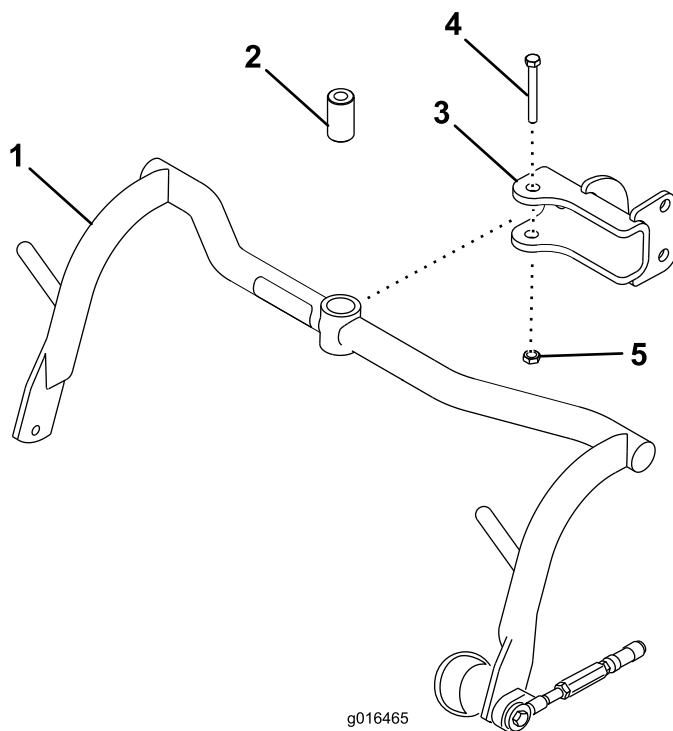

Figura 8
1. Monte um conjunto de estrutura de suporte em cada manilha com um espaçador e parafuso (1/2 x 3-1/4 pol.); consulte Figura 8. Aperte com 91 a 113 N·m.